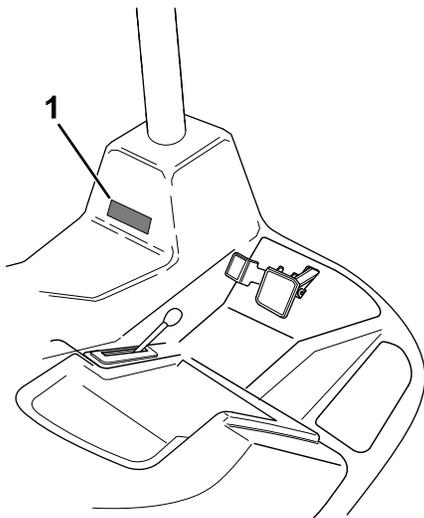

Figure 6
10. Apposez l'autocollant du capteur de pente juste à côté de l'autocollant de stabilité de la machine sur la plate-forme de l'utilisateur (Figure 6).